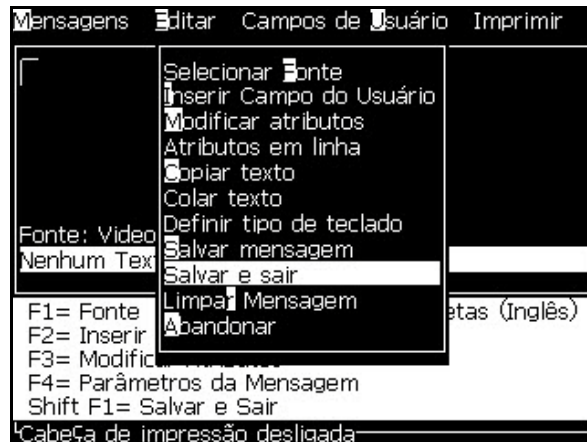

Figura 5-14: Opção Guardar e sair
- Selecione *Guardar e sair* no menu *Editor* (Figura 5-14).